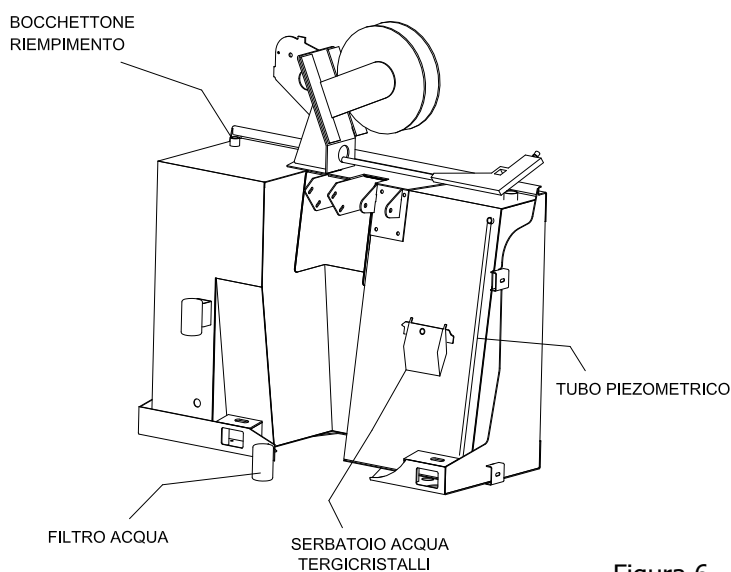

Figura 6
- Riempire con acqua nuova tramite il bocchettone di riempimento il serbatoio posto dietro la cabina (capacità di circa 250 lt) [Vedi Figura 6].